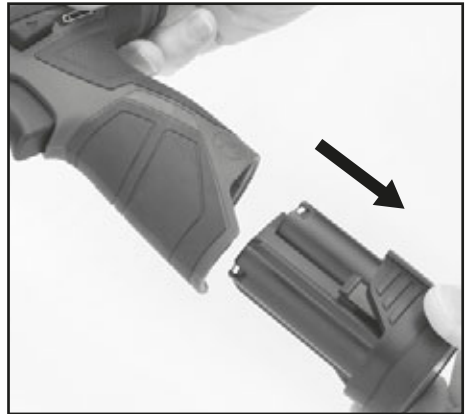

FIG.1
8.1 BATTERY CHARGING - FIGS. 1 - 2